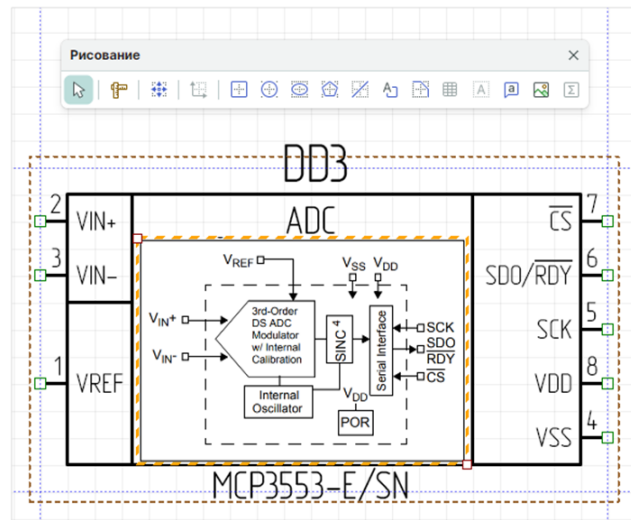

Рис. 39 Размещение рисунка
2. Размещение новых графических объектов, см. Рис. 39.